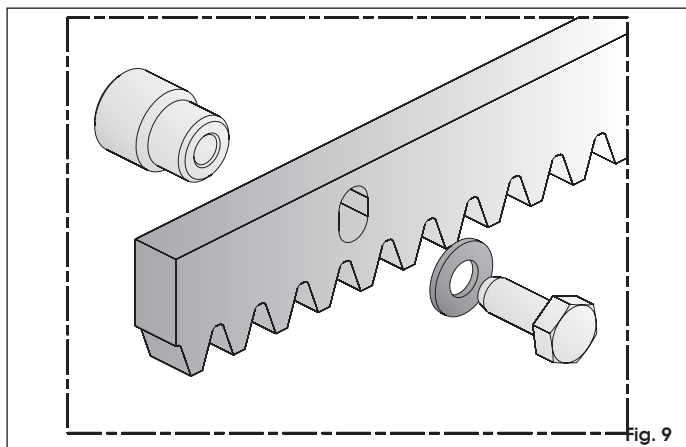

Fig. 9
1. Maak de tandheugel gereed (leverbaar op verzoek), met de bijgeleverde schroeven TE 8 x 25 en vast te lassen afstandstukken, zoals in fig. 9. Om te voorkomen dat de afstandstukken op de poort worden gelast zijn er holle afstandstukken verkrijgbaar met bevestigingsschroeven TE 8 x 50.  **Het is raadzaam de bevestigingsschroeven van de tandheugel vast te zetten in de bovenkant van het gat. Vanuit positie kan de tandheugel naar boven worden verplaatst wanneer in de loop der tijd de poort neigt te zakken.**